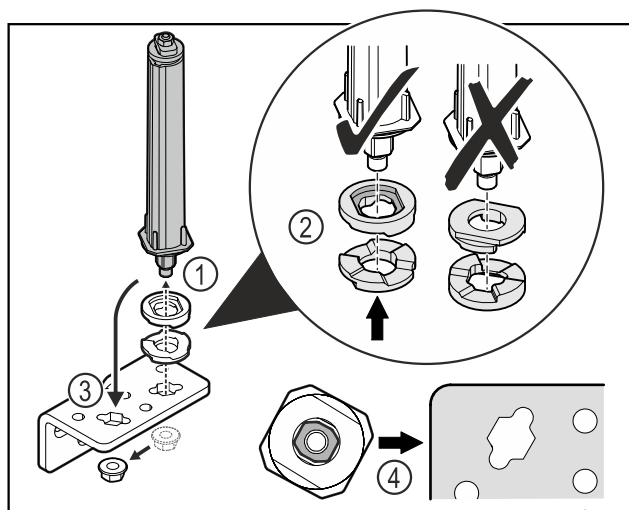

Fig. 35
- Svitare il dado e rimuovere il sistema di chiusura della porta Fig. 35 (1).
- Assicurarsi che le rondelle per la regolazione dell'altezza siano rivolte nel verso giusto Fig. 35 (2).
- Spostare il sistema di chiusura della porta nella cerniera angolare e fissarlo con il dado Fig. 35 (3).
- Durante l'inserimento del sistema di chiusura della porta assicurarsi che sia rivolto nel verso giusto Fig. 35 (4).